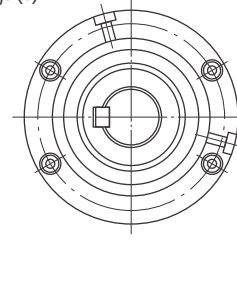

Figura 3 / Figure 3
- Nas rodas livres formas 221 e 222, após posicionar um dos parafusos (12) na vertical, a lubrificação é feita de maneira análoga como descrito no item b (Figura 3).